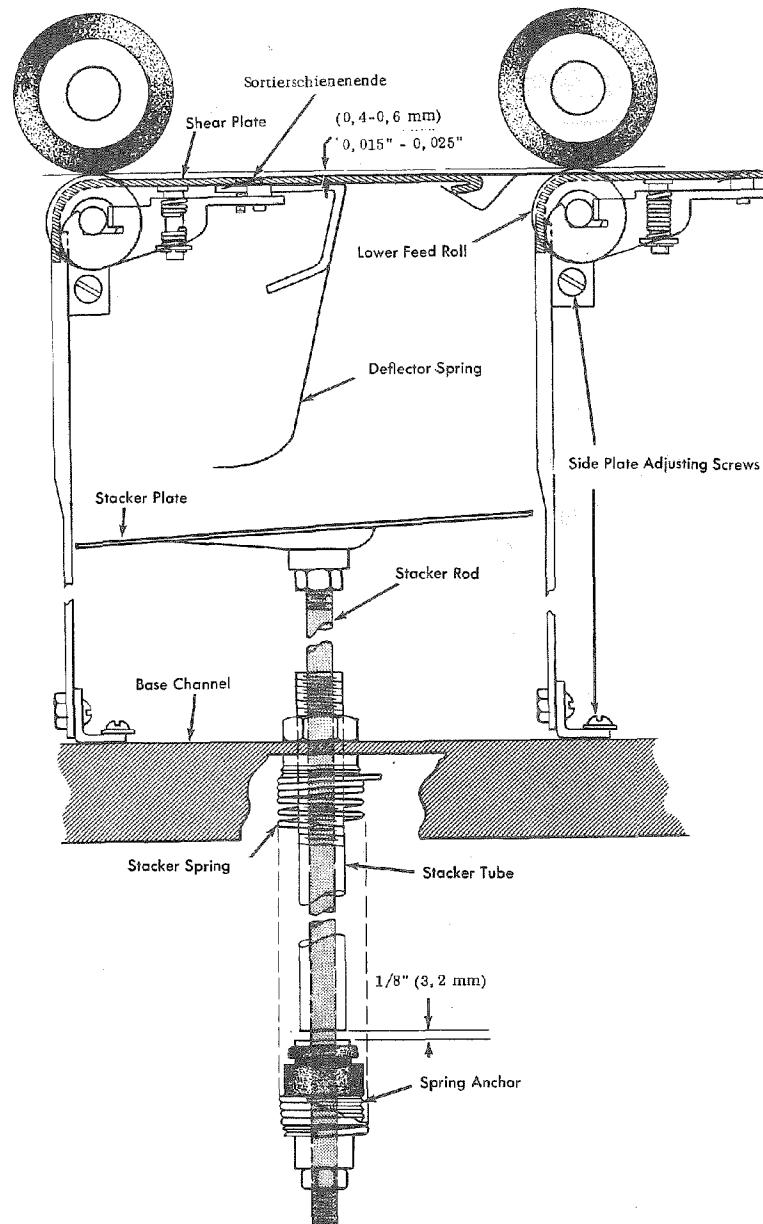

Abb. 3 Ablage
2. Ablagerohr (stacker tube) auf einen Abstand von $1/8''$ bis $1/16'' + 0$ ($3,2 - 1,6 \text{ mm} + 0$) zwischen Rohr und Stahlscheibe auf der Gummibuchse (rubber bushing) justieren (vergl. Abb. 3).